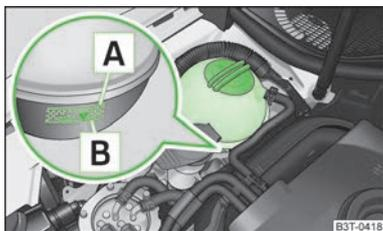

Abb. 120
Zum Nachfüllen empfehlen wir nur das Frostschutzmittel zu verwenden, dessen Bezeichnung auf dem Kühlmittelausgleichsbehälter aufgeführt ist » Abb. 120 auf Seite 145.
- Den Kühlmittelstand am Kühlmittelausgleichsbehälter prüfen » Abb. 120. Der Kühlmittelstand muss bei kaltem Motor zwischen den Markierungen **[B]** (min.) und **[A]** (max.) liegen. Bei warmem Motor kann er auch etwas über der Markierung **[A]** (max.) liegen.
- Einen Lappen auf den Verschlussdeckel des Kühlmittelausgleichsbehälters » Abb. 120 auf Seite 145 legen und den Deckel **vorsichtig** abschrauben.
Das Kühlmittel nicht über die Marke **[A]** (max.) auffüllen » Abb. 120 auf Seite 145! Überschüssiges Kühlmittel wird bei Erwärmung durch das Überdruckventil im Verschlussdeckel des Kühlmittelausgleichsbehälters aus dem Kühlsystem gedrückt.